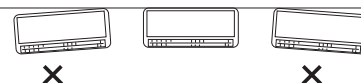

Fig. 3-39
- (2) Verifique duas vezes com um nível de carpinteiro ou fita métrica para ver se o painel está nivelado. Isso é importante para instalar a unidade correctamente. (Fig. 3-39)